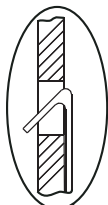

Рис.15
8. Поднимите нижнюю часть корпуса вытяжки. Заведите крючки (см. рис.15), находящиеся на нижней части корпуса, в прорези на моторном блоке вытяжки. Прикрепите нижнюю часть вытяжки к моторному блоку вытяжки (см. рис.16). Произведите соединение соответствующих электрических разъемов нижней части корпуса и моторного блока вытяжки.
9. Поднимите вверх внутренний декоративный кожух и закрепите его с помощью саморезов к потолочной крепежной пластине **A** (см. рис. 15). Не забывайте о необходимости подключения вытяжки к электросети (см. раздел «Подключение к электросети»).